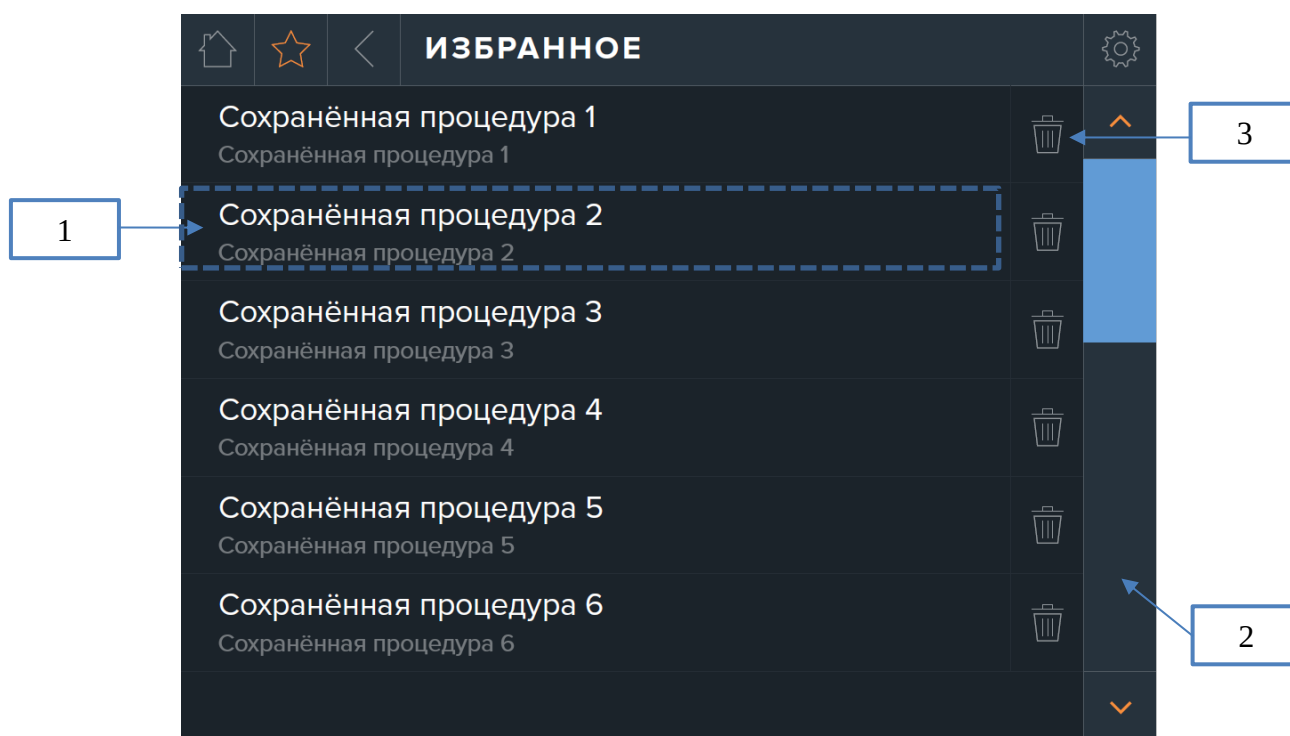

Рис. 33. Экран «ИЗБРАННОЕ»
На экране «ИЗБРАННОЕ» (рис. 33) отображается список сохраненных режимов (процедур) (максимальное количество – не более 20). Для загрузки сохраненного режима, необходимо нажать на область с названием данного режима (1).